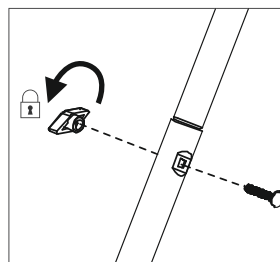

Рис. 3
2. Вставьте болт в отверстия и затяните болт для фиксации соединения в отверстиях, чтобы освободить ход винта (рис. 3).